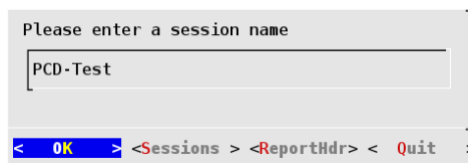

図 34: Service Center for Android セッション プロンプト
4. テスト PC が起動したら、続いてユーザに任意でセッション名入力を促します (図 34)。